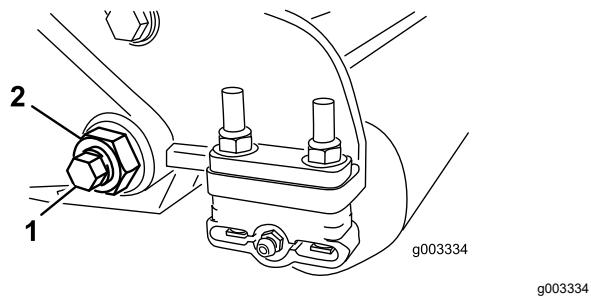
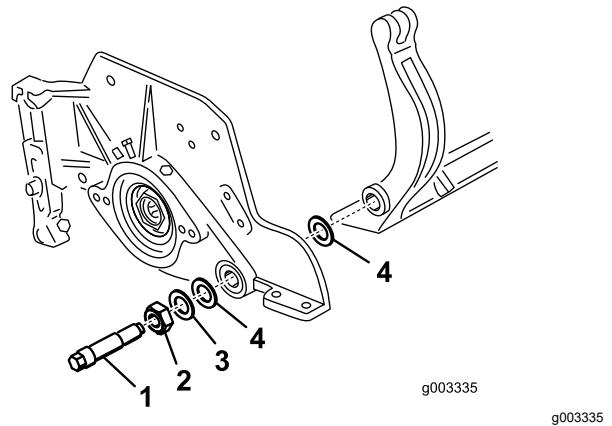

图 24
图 25
3. 在机器的另一侧松开固定底刀架螺栓 图 24 的锁紧螺母。
4. 拆下两个底刀架螺栓向下拉动底刀架并从机器螺栓 图 24 上拆下来。取下底刀架 图 25 两端的 2 个尼龙垫圈和 1 个冲压钢垫圈。
3. 将尼龙垫圈放在侧板凸起的一侧。在两个尼龙垫圈的外侧各放一个钢垫圈 图 25。